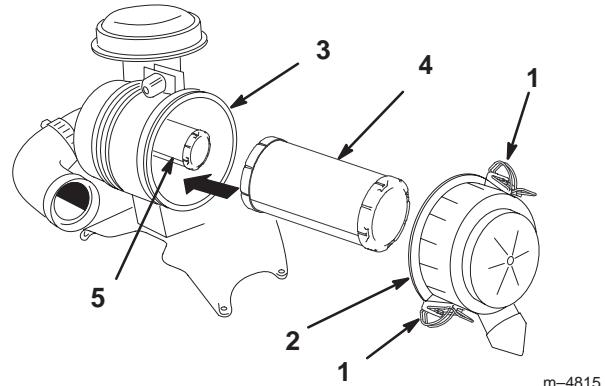

Figure 30
3. Ouvrez les fixations du filtre et ôtez le couvercle du corps du filtre (Fig. 30).
5. Sortez l'élément primaire du corps du filtre avec précaution (Fig. 30). Évitez de cogner l'élément à l'intérieur du corps.
2. Si vous remplacez l'élément de sécurité, insérez-le avec précaution dans le corps du filtre (Fig. 30).
3. Installez ensuite l'élément primaire sur l'élément de sécurité avec les mêmes précautions (Fig. 30). Assurez-vous qu'il est bien engagé en appuyant sur le rebord extérieur de l'élément quand vous l'installez.
4. Reposez le couvercle, le côté portant l'inscription **UP** étant tourné vers le haut, et verrouillez les fixations (Fig. 30).